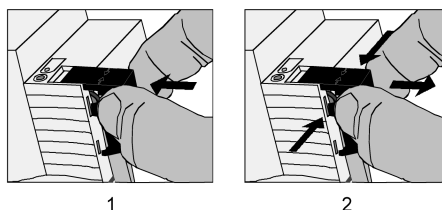

Figure 8: Poser/retirer le capuchon de protection
- Poser le capuchon de protection : pousser le capuchon de protection sur la borne de bus vers l'arrière jusqu'à ce qu'il s'enclenche sensiblement (figure 8).
- Retirer le capuchon de protection : appuyer légèrement sur le côté du capuchon de protection et le tirer vers l'avant (figure 8).